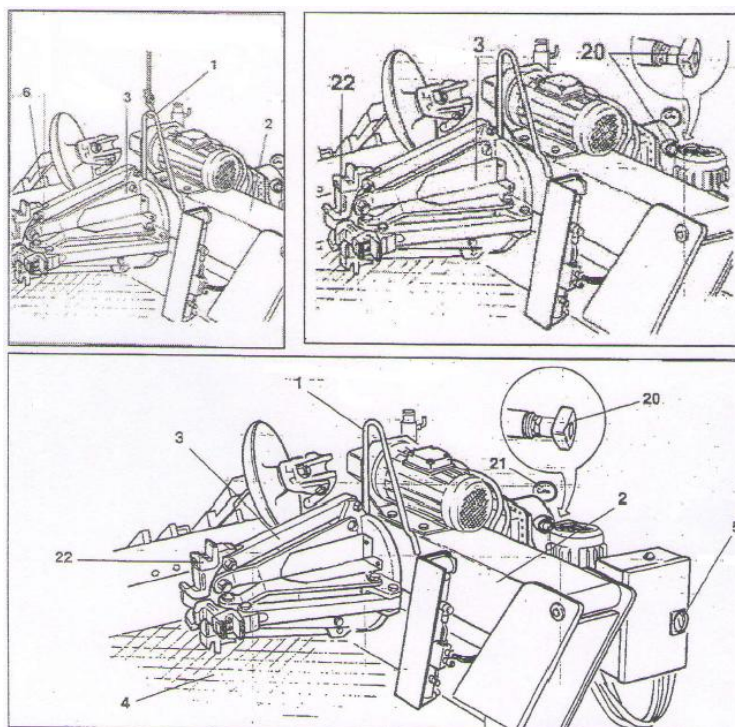

Рис. 3.1
Станок оснащен кронштейном (1, рис. 3.1), который необходимо установить перед выполнением его транспортировки.
- 1) Полностью опустить держатель самоцентрирующегося зажима (2, рис. 3.1).
- 2) Свести зажимные кулачки самоцентрирующегося зажима (3, рис. 3.1).